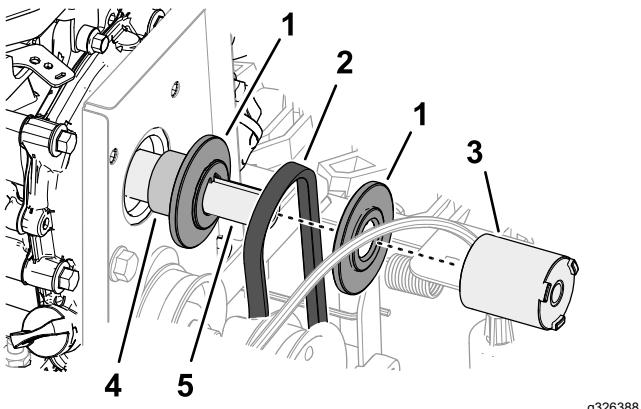

Figura 50
2. Na parte superior da máquina, alinhe a correia de tração no entalhe da polia de tração e deslize a correia de tração sobre a cambota do motor (Figura 50).